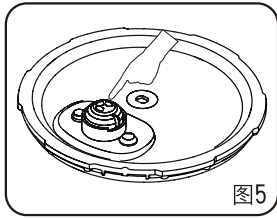

图5
- 7、烹饪过程中，限压放气阀会出现自动排气现象，请勿接触或靠近放气阀，以免烫伤。（图5）
1) 检查内盖上，限压放气阀是否安装到位；（图5）